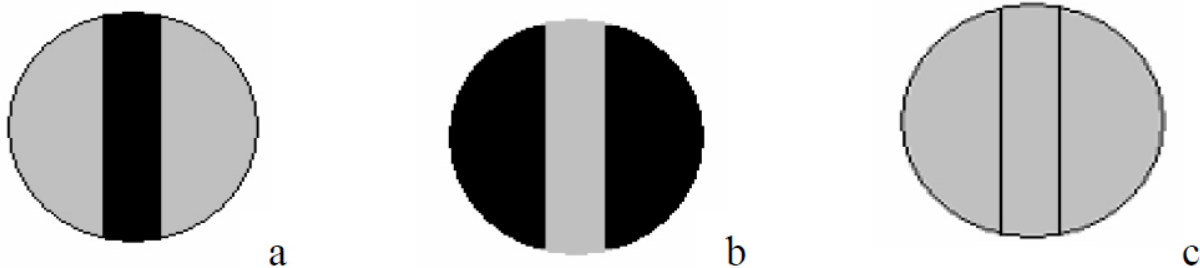

Fig.2
*Fig. 2 a,b) Campo ottico come appare dopo aver introdotto il liquido da testare e prima di regolare l'analizzatore di polarizzazione. c) Campo ottico come appare in assenza di campione in seguito a rotazione dell'analizzatore. In questo caso l'intensità luminosa è uniforme.*